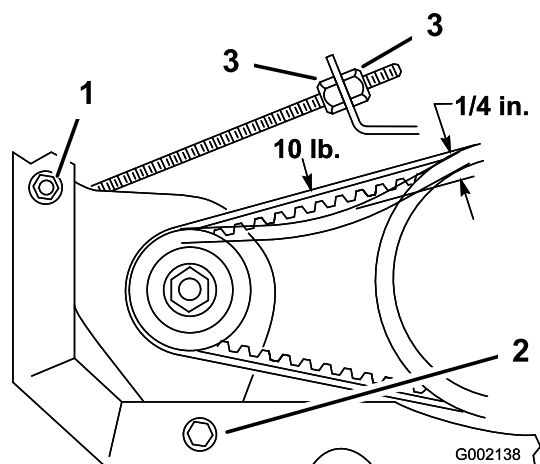

Figura 53
2. Solte o parafuso de articulação do motor de arranque (Figura 53).
3. Coloque uma barra de apoio entre a estrutura do motor e o motor de arranque. Solte a porca do parafuso de carroçaria (Figura 53).
5. Aperte a porca do parafuso de carroçaria e retire a barra de apoio. Aperte o parafuso de articulação do motor de arranque (Figura 53).